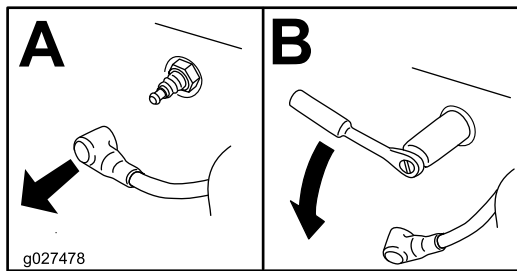

Figure 41
4. Déposez la bougie (Figure 41).